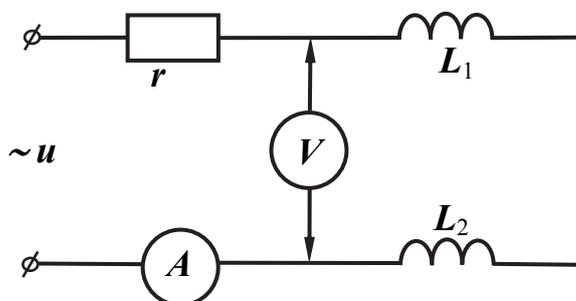

Рис. 13.1
1. Собрать схему (рис. 13.1). Вставить полоску бумаги в один или два слоя между подковами разъёмного сердечника трансформатора с целью создания воздушного зазора (в этом случае взаимная индуктивность уменьшается, а ток холостого хода трансформатора возрастает).